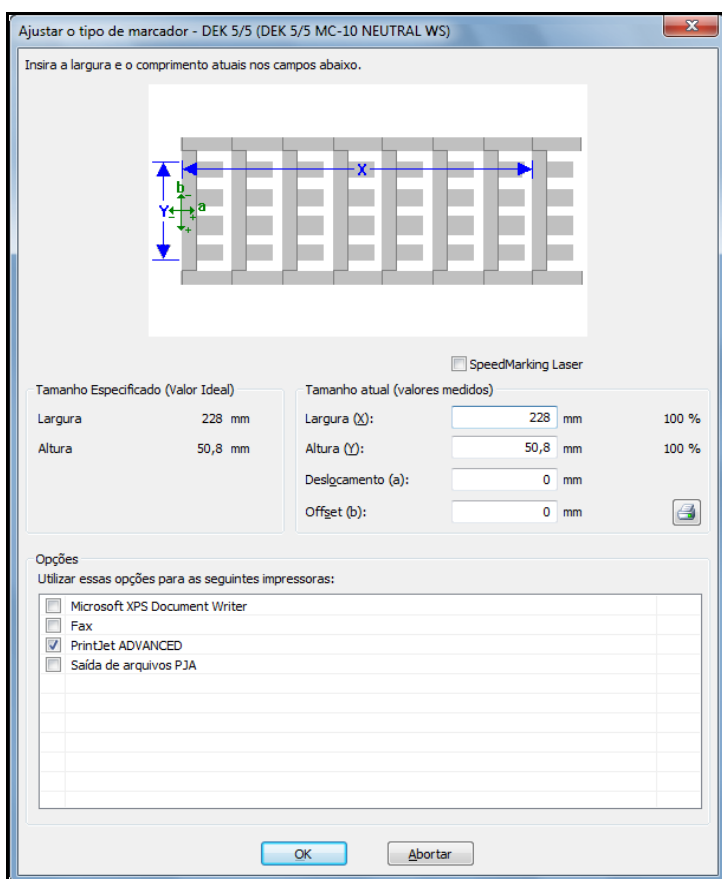

Figura 105 Ajustar o tipo de marcador
Para ajustar, é necessário alterar o valor de "Desvio (a)" na janela "Ajustar Tipo de Marcador" (consulte Figura 105 Ajustar o tipo de marcador).
Para ajustar, é necessário alterar o valor de "Desvio (b)" na janela "Ajustar Tipo de Marcador" (consulte Figura 105 Ajustar o tipo de marcador).
Para ajustar, é necessário subtrair o valor medido (1 mm neste exemplo) do valor real de "Largura (X)" na janela "Ajustar Tipo de Marcador" (consulte Figura 105 Ajustar o tipo de marcador).
Se a impressão se desviar mais de um marcador para outro, do centro para a esquerda, é necessário adicionar o valor medido ao valor atual de "Largura (X)" na janela "Ajustar Tipo de Marcador" (consulte Figura 105 Ajustar o tipo de marcador).
Para ajustar, é necessário subtrair o valor medido (1 mm neste exemplo) do valor atual de "Altura (Y)" na janela "Ajustar Tipo de Marcador" (consulte Figura 105 Ajustar o tipo de marcador).
Se a impressão se desviar mais de um marcador para outro, do centro para baixo, é necessário adicionar o valor medido ao valor atual de "Altura (Y)" na janela "Ajustar Tipo de Marcador" (consulte Figura 105 Ajustar o tipo de marcador).